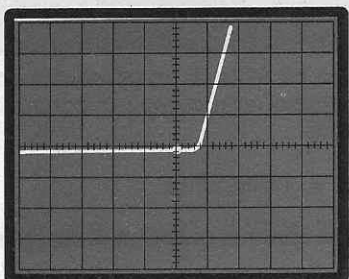

Fig.5 Se invece vi appare una traccia che ripiega verso l'alto, significa che sull'ingresso del tracciacurve sono invertiti i due terminali Base - Collettore.
Fig. 5 Come spiegato nell'articolo, la sonda potrà essere realizzata utilizzando due terminali (vedi fig.4), oppure una presa jack isolando, con un tubetto di plastica, una porzione del metallo esterno.
- b) Se invece appare la stessa traccia, ma rovesciata, come vedesi in fig.5, avremo invertito i due terminali BASE - COLLETTORE.